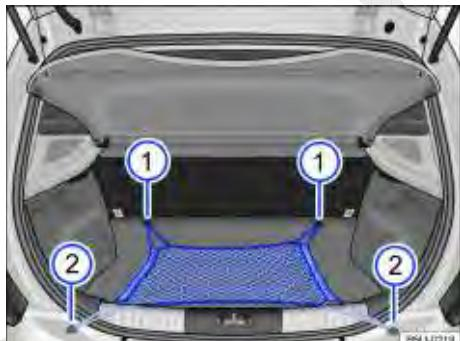

Fig. 80 No compartimento de bagagem: rede para bagagem.
Encaixar as alças da rede para bagagem ⇒ Fig. 80 ① e ② nos olhais existentes no compartimento de bagagem.